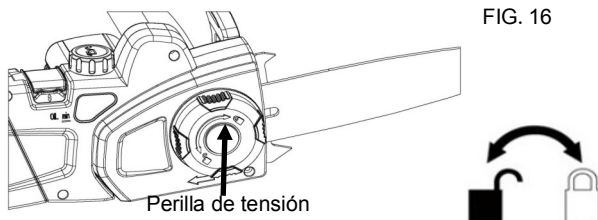

FIG. 16
12. Ajuste la perilla de tensión. Elimine toda la holgura de la cadena; para ello, gire hacia la derecha la perilla de tensado de la cadena hasta que la cadena se asiente ajustadamente en la barra, con los eslabones de impulsión dentro de la ranura. (Fig. 16)